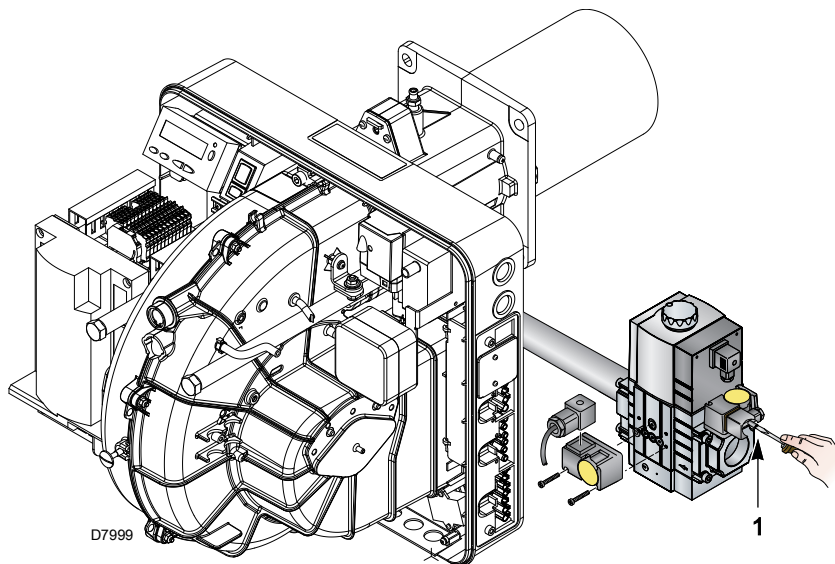

图 28
- ▶ 连接一个压力计到最小燃气压力开关的压力测试点 (图 28)，检查燃气供应压力：必须低于燃气阀组所能允许的最大压力，见燃气阀组标牌。
- ▶ 将燃气阀组管路中的空气排净，连接一个塑料管到最小燃气压力开关的压力测试点 1) (图 28)。将该塑料管伸到建筑物外，排放空气知道可闻到燃气的味道。